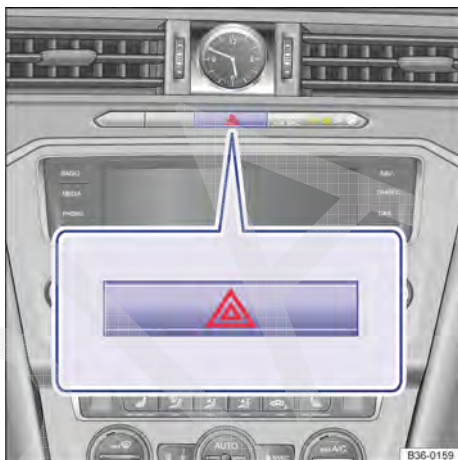

Fig. 35 Na parte superior do console central: botão das luzes de advertência.
2. Ligar as luzes de advertência com o botão ⚠ → Fig. 35.